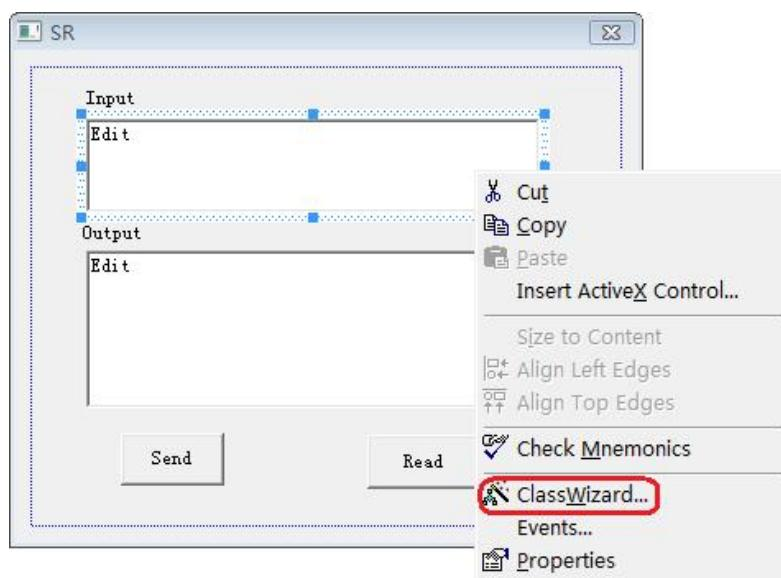

图 4-1-5
- (1) 添加两个 Static Text 控件，分别命名为 Input 和 Output。
- (2) 添加两个 Edit 控件，分别添加变量 m\_send 和 m\_read。如图 4-1-5 和 4-1-6 所示。